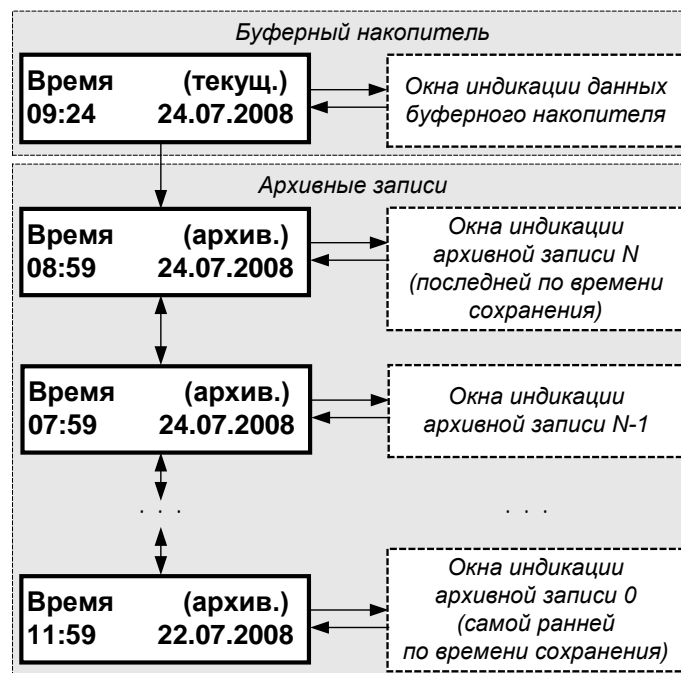

Рис.2. Структурная схема часового архива.
4.4.1. Часовой, суточный и месячный архивы теплового счетчика имеют одинаковую структуру и содержат кроме сохраненных архивных записей также буферный накопитель данного архива (рис.2).
- 4.4.4. Переход к окнам индикации архивных записей выполняется из окна **Время (текущ.)** накопителя по нажатию кнопки . При этом высвечивается окно **Время (архив.)** (рис.2) последней (по времени сохранения) архивной записи с указанием времени в формате «часы : минуты» и даты окончания интервала архивирования. Переход архивных записей выполняется кнопками , . При этом в окне **Время (архив.)** меняется время и дата окончания интервала архивирования.